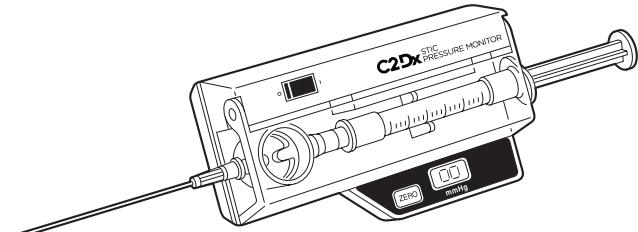

図3
9. 皮膚に針を挿入する予定の角度に近づけます。精度を確保するため、ディスプレイの読み取り値は-8から+9 mmHgの範囲でなければなりません。ZEROボタンを押します。約2秒後のディスプレイの読み取り値が「00」となります。図3を参照してください。